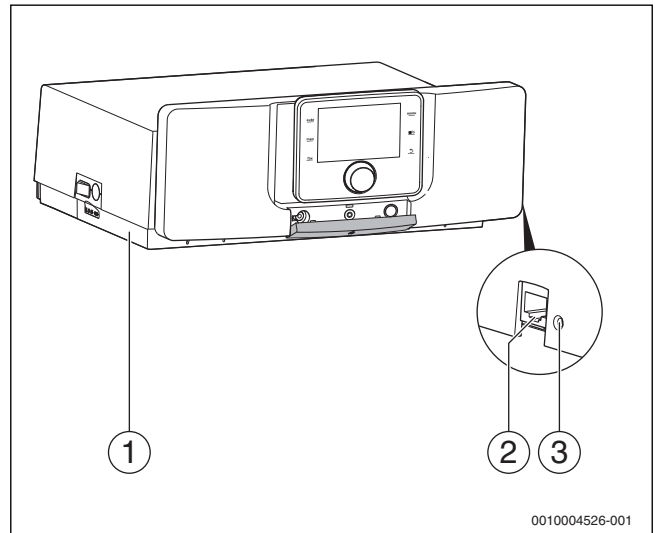

Fig. 48 Posibilidad de conexión MX25 y módulo IP
Con el primer inicio del app es necesario ingresar el nombre de registro y la contraseña. Los datos de registro se encuentran en la placa de características en el letrero de tipo del módulo IP que se encuentra en el lado del aparato de regulación (→ fig. 48, pág. 26).
- ▶ Pulsar la tecla **Reinicializar** (→ fig. 48, pág. 26) brevemente con un objeto adecuado (p. ej. bolígrafo).
- ▶ Mantener activada la tecla **Reinicializar** (→ fig. 48, pág. 26) con un objeto adecuado (p. ej. bolígrafo) durante por lo menos 5 segundos. Se restablecen los datos de registro anteriores.